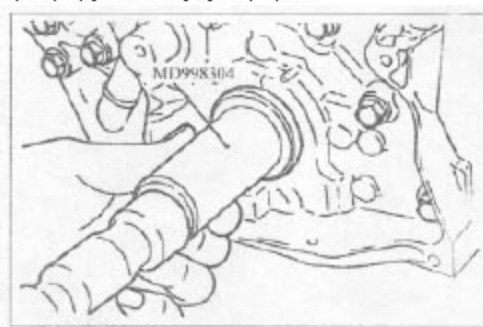

图 3-38
- b). 如图 3-38 将发动机油涂在密封唇上, 然后用手将油封沿导套推入直至它碰到前油封壳。用专用工具轻敲油封使其就位。